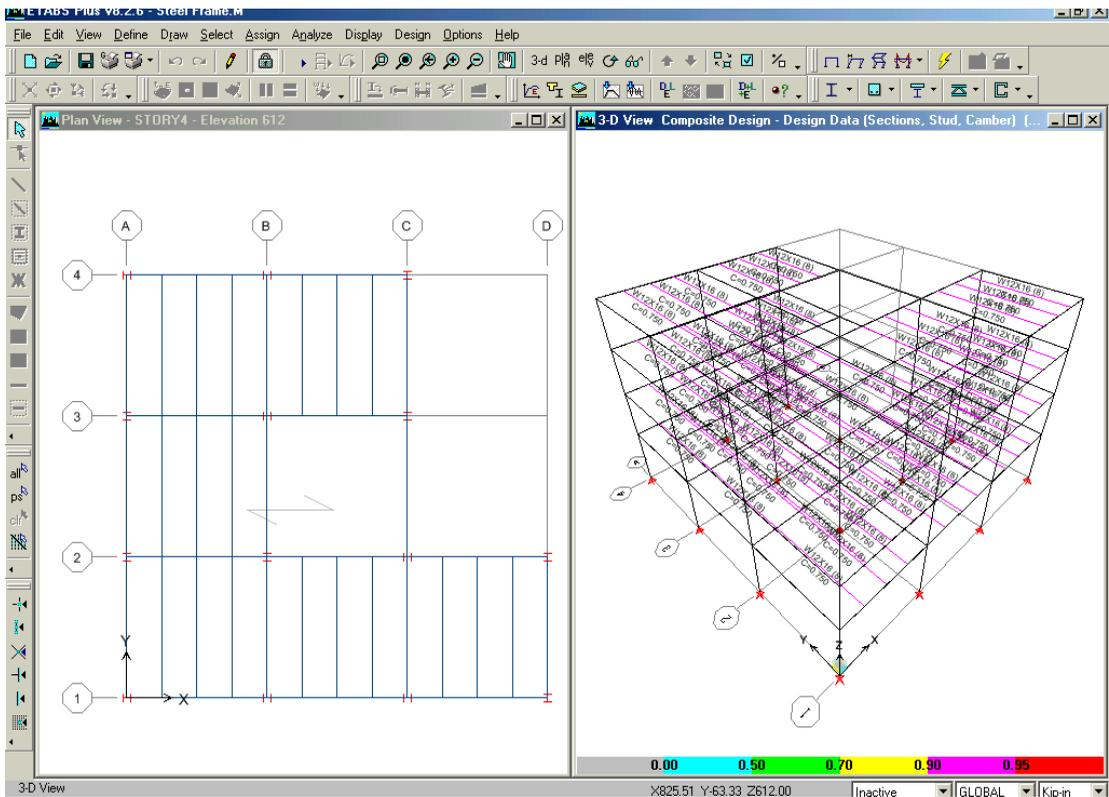

Figura 50 Model after the initial composite design
Cuando el diseño este completo, los tamaños seleccionados serán mostrados en el modelo. El modelo aparecerá como se muestra en la Figura 50.
G. Hacer click derecho en una de las vigas compuestas en 3D View mostrada en la figura 50. el cuadro Interactive Composite Design and Review mostrada en la figura 52 aparecerá.